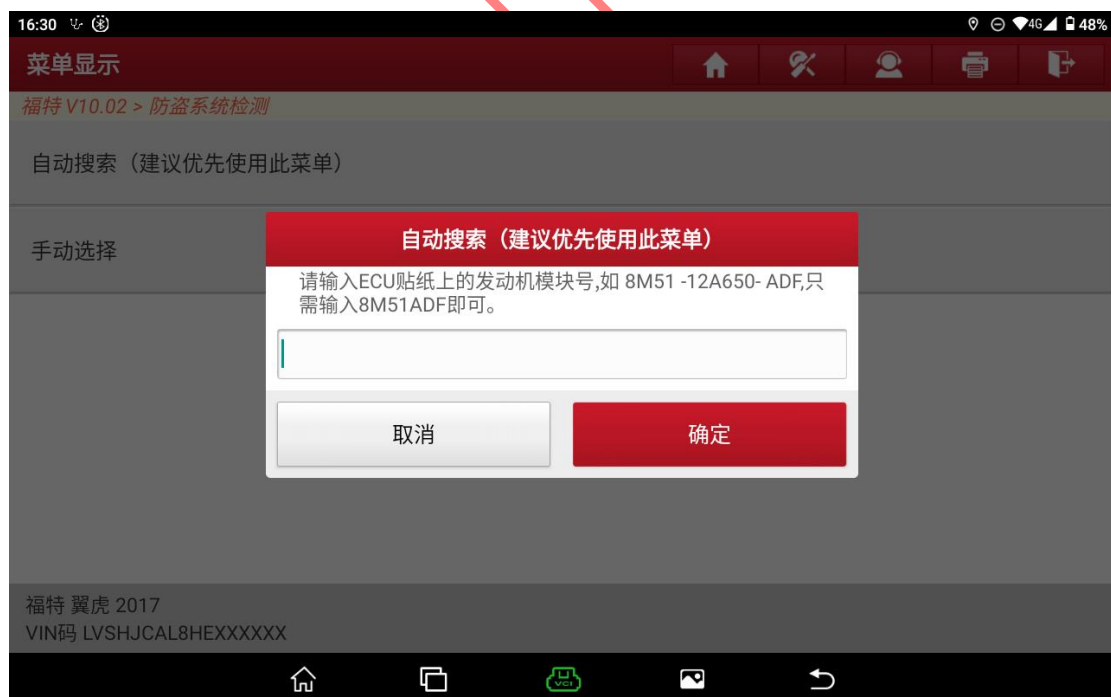

图 7
5. 手动输入模块输入 ECU 设备零件号，如果新 ECU 的零件号无法被识别。请输入旧设备的零件号。(图 7)